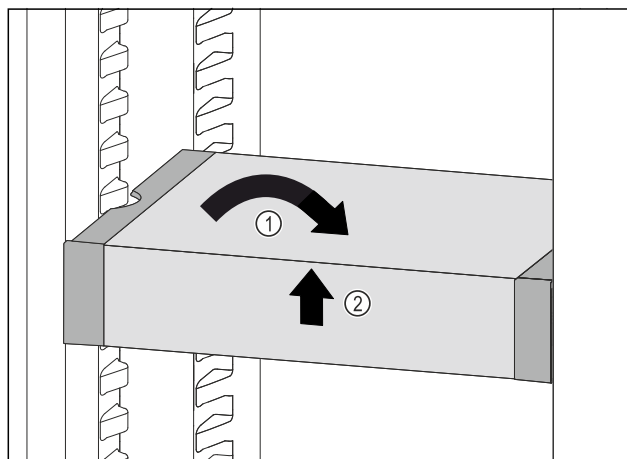

Fig. 99
- ▶ Установите VarioSafe прямо. Fig. 99 (1)
- ▶ Приподнимите VarioSafe спереди. Fig. 99 (2)